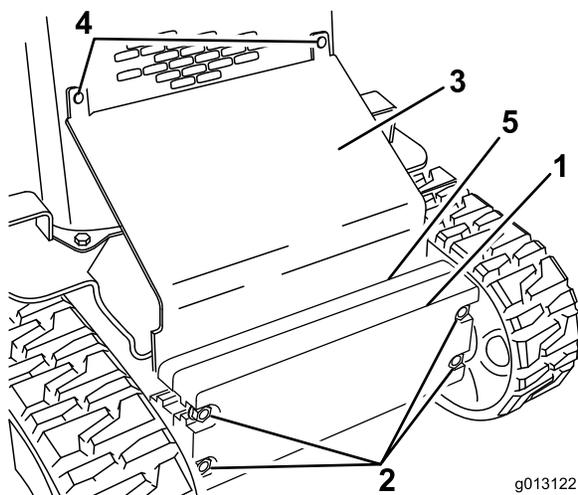

Рисунок 27
2. Ослабьте болты крепления грузов (Рисунок 27).
3. Снимите каретные болты и гайки, которые крепят скошенную плиту (Рисунок 27).
10. Вставьте скошенную плиту между рамой и грузами и прикрепите ее к решетке радиатора с помощью снятых ранее каретных болтов и гаек (Рисунок 27).
11. Затяните болты крепления передних грузов (Рисунок 27).